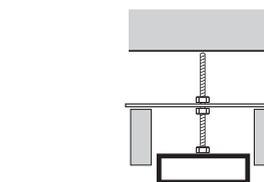

Рис. 3 Схема монтажа в реечный потолок светильника PSO-01
1.7.2 в реечные потолки (см. Рис.3) при помощи комплекта креплений ШК 4895205052291;